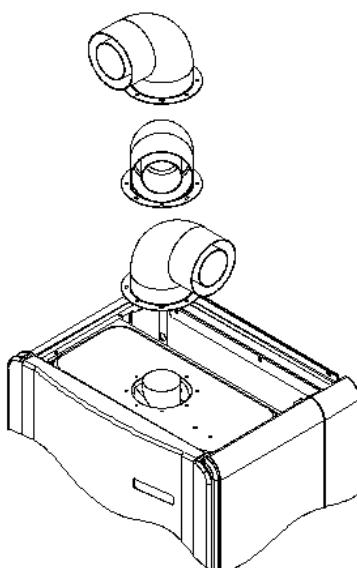

Рисунок 14
- Одни из частей набора герметической вытяжки, могут быть вмонтированы в зависимости от желаемого угла колено в 90, а также необходимо учесть вращение в 360 угла для котла. (Рис. 14)